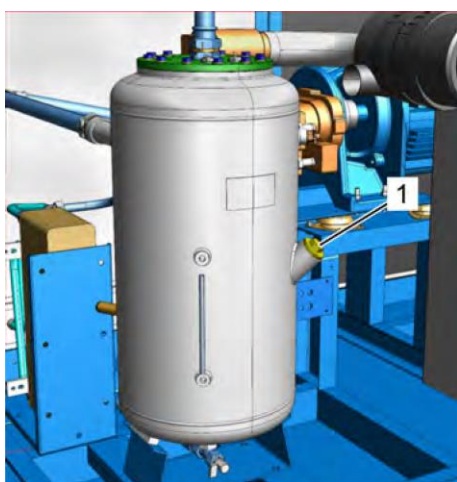

Рис. 33: Резьбовая пробка наливного отверстия
6. ➔ Удалите резьбовую пробку наливного отверстия на баке для воды (Рис. 33/1).